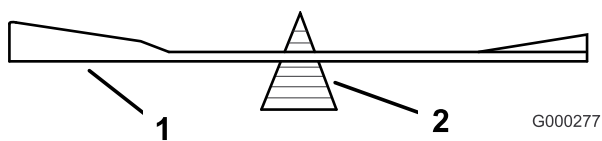

Figure 80
2. Vérifiez l'équilibre de la lame en la plaçant sur un équilibreur (Figure 80). Si la lame reste horizontale, elle est équilibrée et peut être utilisée. Si la lame est déséquilibrée, limez un peu l'extrémité de la